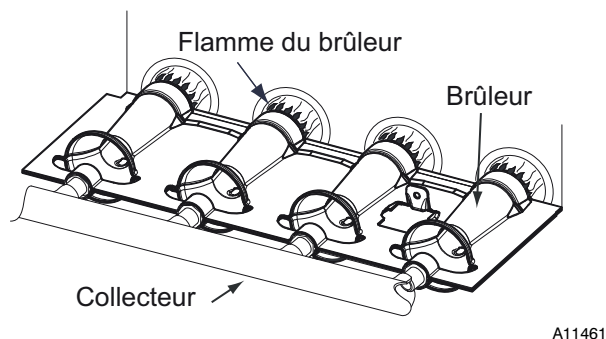

Figure 5 – Réglage de la flamme des brûleurs
6. Les flammes des brûleurs sont bien réglées, comme illustré à la fig. 5 (en comparaison aux croquis ou dessins de la flamme du brûleur principal).